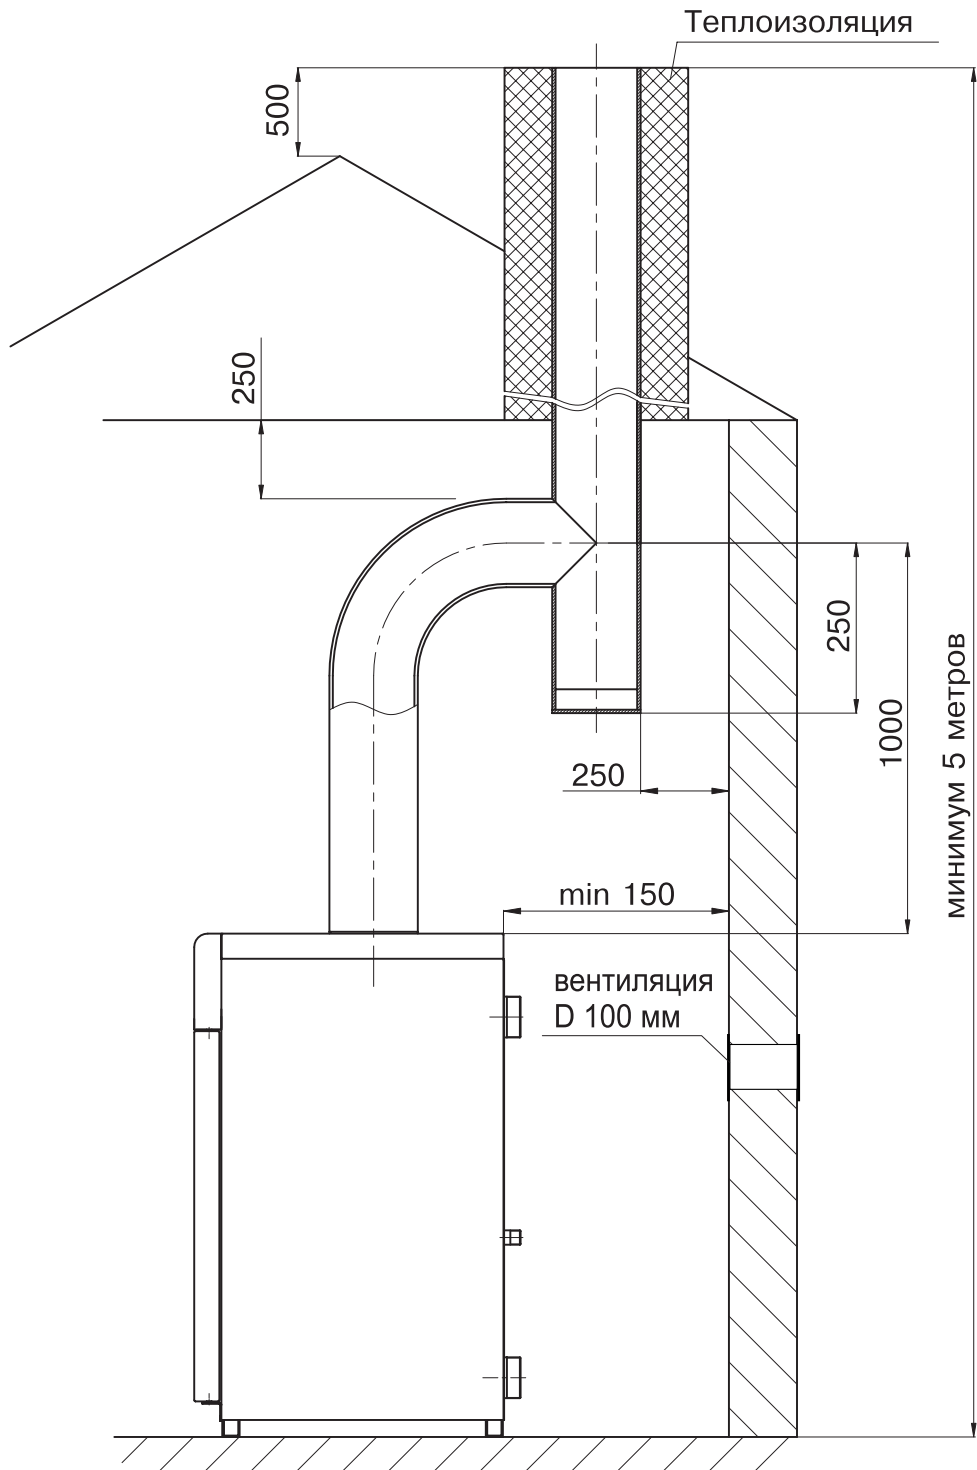

Рис. 4.
- 6.10. Устройство дымохода, к которому подключается котел, должно соответствовать СП42-101-2003 «Общие положения по проектированию и строительству газоснабжающих систем» (см. рис. 4).